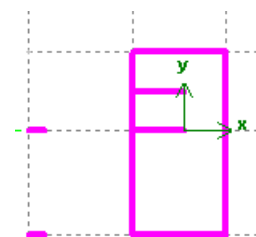

Рис.1.5.20. Перенос системы координат
- Переместите начало системы координат с помощью команды меню **Схема** ⇒ **Система координат** ⇒ **Перенос** (кнопка  на панели инструментов) так, как это показано на рис. 1.5.20.